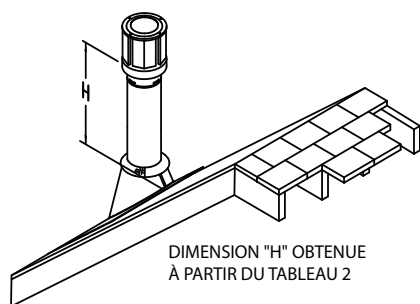

Figure 17
Étape 8. Continuer à ajouter des sections de tuyau jusqu'à ce que la hauteur du système (avant d'ajouter le chapeau) respecte les exigences minimales du code du bâtiment tel que décrit dans le (tableau 3 et la Fig. 17). Noter que pour les toits à forte pente, la hauteur de l'évent doit être augmentée. Dans des conditions de vents forts, les arbres à proximité, des toits voisins, des toits à forte pente et d'autres facteurs similaires peuvent entraîner un mauvais tirage, ou un tirage descendant. Dans ces cas, augmenter la